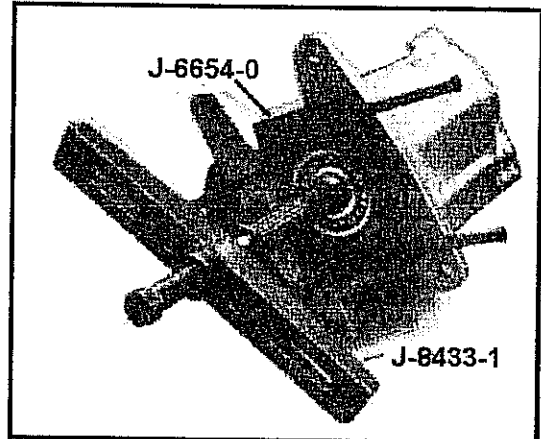

Abb.11-12 Entfernen des Lagers der Hauptwelle/Antriebswelle vorne im Gehäuse
- Mit Spezialwerkzeug J-6654-0 die Antriebswelle aus dem Gehäuse entfernen. Siehe Abb. 11-12.